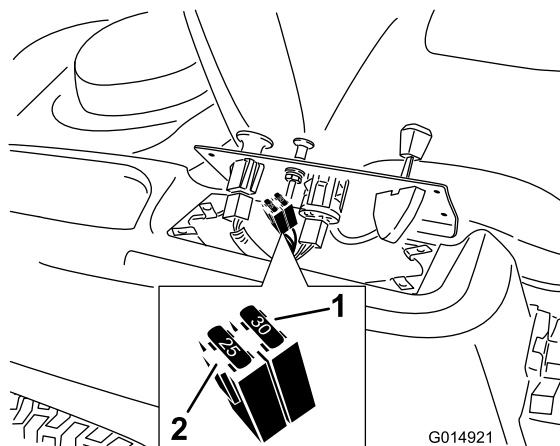

Figura 46
2. Sollevare il pannello di controllo per accedere al cablaggio principale e al portafusibili (Figura 46).
3. Per sostituire un fusibile, tiratelo (Figura 46) ed estraetelo dall'attacco.